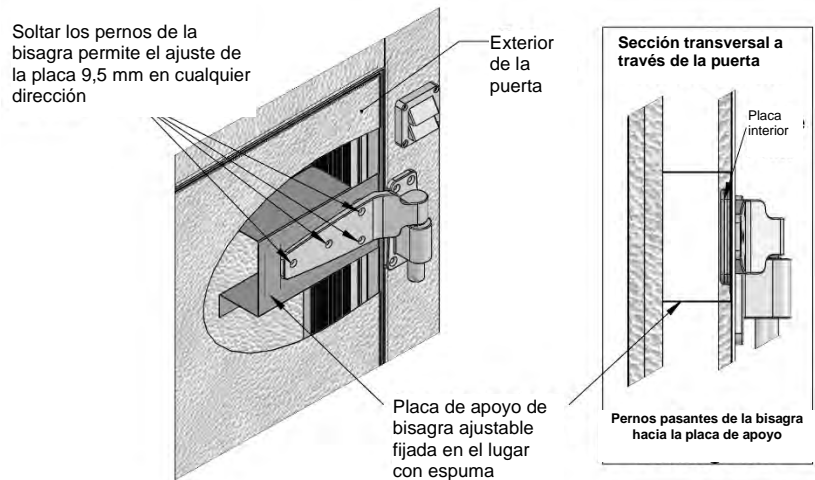

Figura 2
- Si ajustará la puerta, suelte, pero no retire, los tornillos que fijan la hoja de la bisagra a la puerta (consulte la figura 2 a continuación para conocer la ubicación de los tornillos).